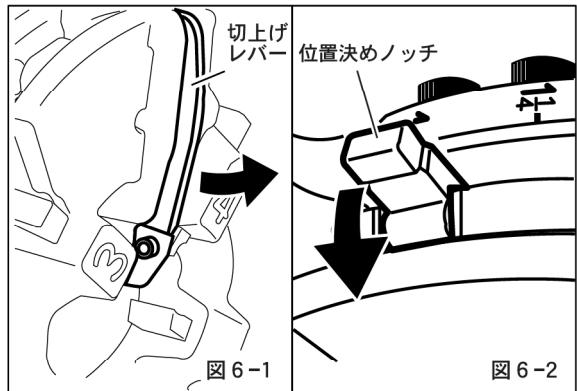
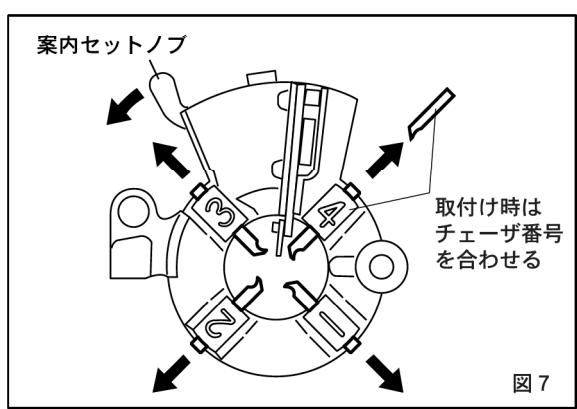

図 6-2
図 7
- ②位置決めノッチを位置決めピンから外し (図 6-2) 案内セットノブを図 7の矢印の方向へいっぱいに引くと、3番と4番のチーザが取外せます。
- ③ダイヘッドを起すと1番と2番のチーザが取外せます。